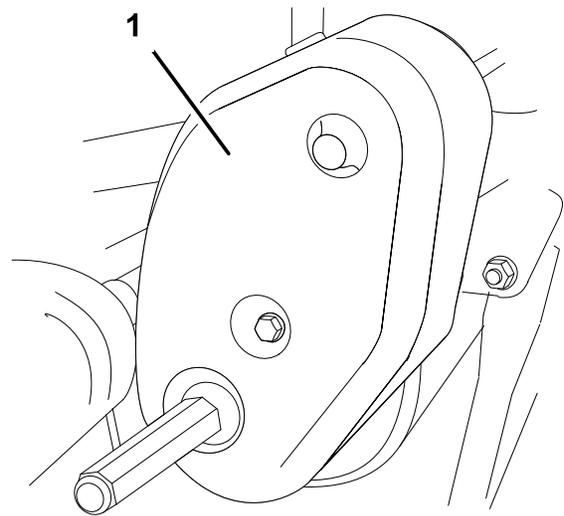

図 38
1. ベルト・カバー取り付けネジ (図 38)を外してベルトを露出させる。